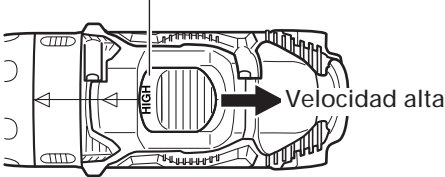

Fig. 18
(1) Operar la perilla de cambio para cambiar la velocidad de rotación. Oprimir el botón de cierre para desencanchar el cerrojo y mover la perilla de cambio en la dirección de la flecha. (Ver la Fig. 18 y 19)